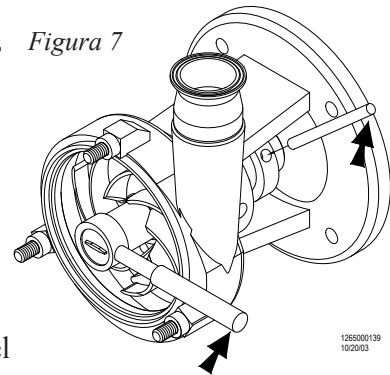

Figura 7
- a) Afloje las tuercas de la tapa (26) con el martillo de cabeza blanda y quítelas.
- b) Enseguida quite la tapa de la bomba (24) y el empaque de la tapa (21).
- d) Afloje y quite las tuercas de los protectores (3). Enseguida quite los protectores del eje (4).
- e) Coloque la varilla de 3/8 de pulgada de diámetro el orificio del eje de la bomba. Permita que la varilla se apoye en el soporte de brida (2) para prevenir que el eje gire mientras se afloja la tuerca del impulsor (23) con la llave de tubo de 15/16 de pulgada (Figura 7). Quite la tuerca del impulsor y el empaque de la tuerca del impulsor.